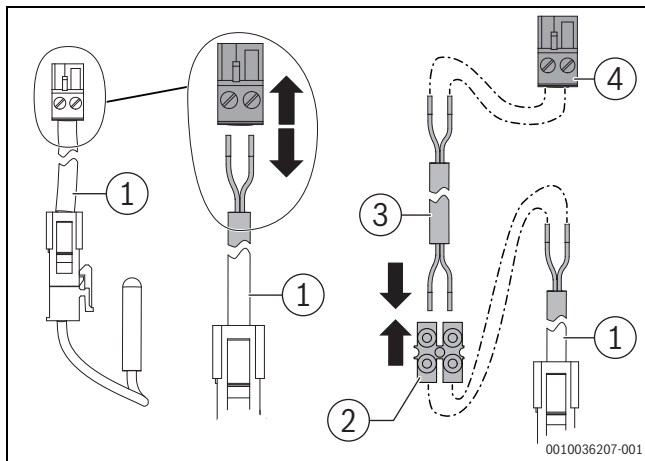

Fig. 38 Prolungamento del cavo della sonda temperatura di mandata
- ▶ Montare il connettore sul cavo prolunga (→ fig. 38) e inserirlo nel collegamento T0.
- ▶ Collegare il cavo prolunga al cavo conduttore della sonda di temperatura per mezzo del morsetto di collegamento (→ fig. 38).